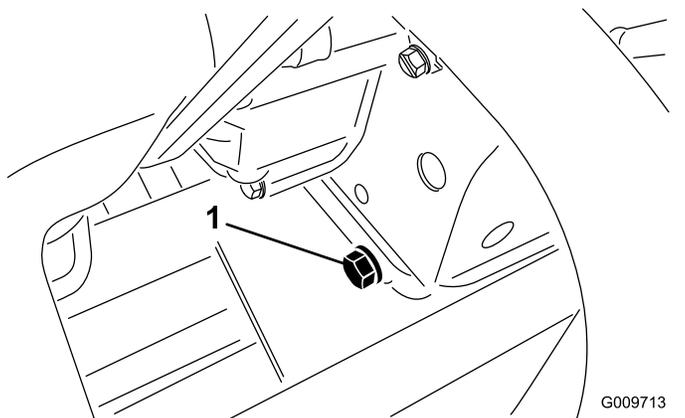

Figure 56
1. Retirez le bouchon de vidange (Figure 56) et laissez couler l'huile dans un bac de vidange. Remettez le bouchon quand la vidange est terminée.